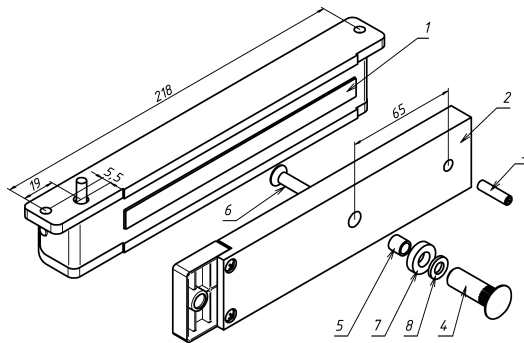

Рисунок 1
3.1 Комплект поставки (рисунок 1):
- корпус (1) - 1 шт.
- якорь (2) - 1 шт.
4.2 Корпус (поз.1 рисунок 1) крепится в верхней части дверной коробки. Крепление корпуса к дверной коробке возможно с помощью Уголка 300-400Р или Планки 300Р, приобретаемых дополнительно.